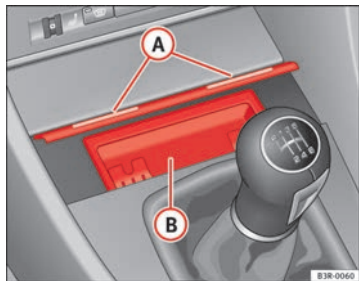

Abb. 121 Mittelkonsole:
- Tippen Sie den Aschenbecher an der Frontleiste **(A)** ⇒ Abb. 121 an.
- Fassen Sie den Aschereinsatz **(B)** ⇒ Abb. 121 an den seitlichen Griffmulden an und ziehen Sie ihn nach oben heraus.